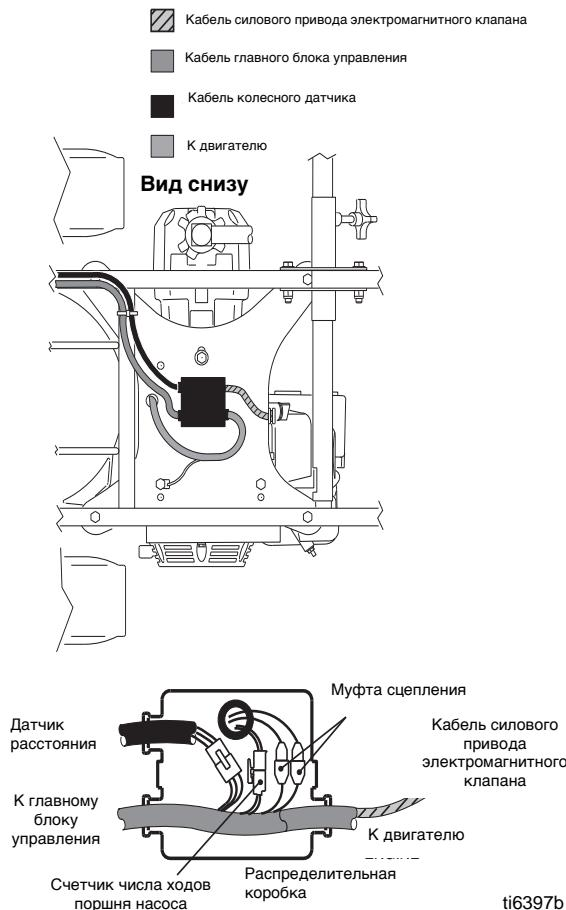
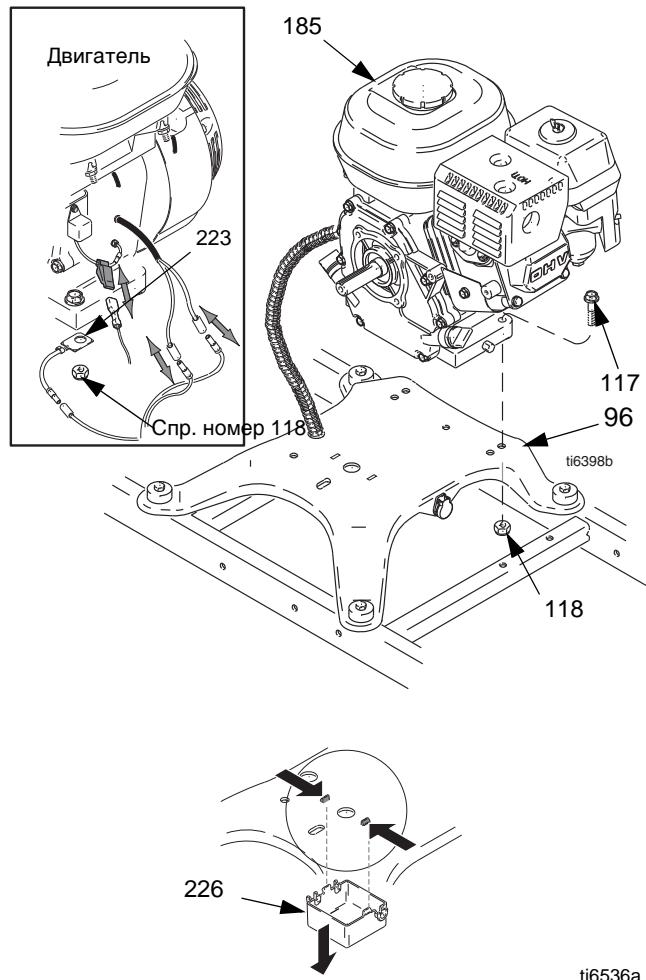

Рис. 11
Рис. 12
- Рис. 12. Снимите распределительную коробку (226).
- Рис. 11. Отсоедините датчик хода поршня насоса и кабели муфты сцепления.
- Рис. 11. Подсоедините датчик хода поршня насоса и кабели муфты сцепления.
- Рис. 12. Установите распределительную коробку (226).
- Рис. 11. Отсоедините все необходимые провода.
- Рис. 12. Открутите винт (177), снимите два винта (117), контргайки (118) и заземляющий провод (223, 260) с основания двигателя (185).
- Рис. 12. Аккуратно поднимите и поместите двигатель на крепежную пластину (96).
- Установите два винта (117) и провод заземления (223, 260) на основании двигателя, закрепите контргайками (118), с усилием 27,1 Н•м.
- Рис. 11. Подсоедините все необходимые провода.